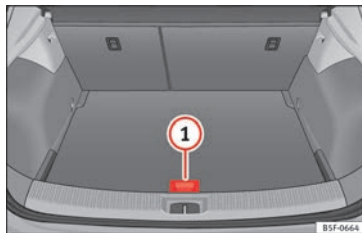

Fig. 179 Maletero: piso variable
- Levante el piso variable por el asidero »» fig. 179 ①, tire de él y empuje hacia el respaldo de los asientos posteriores hasta que la parte móvil del piso repose sobre el mismo.